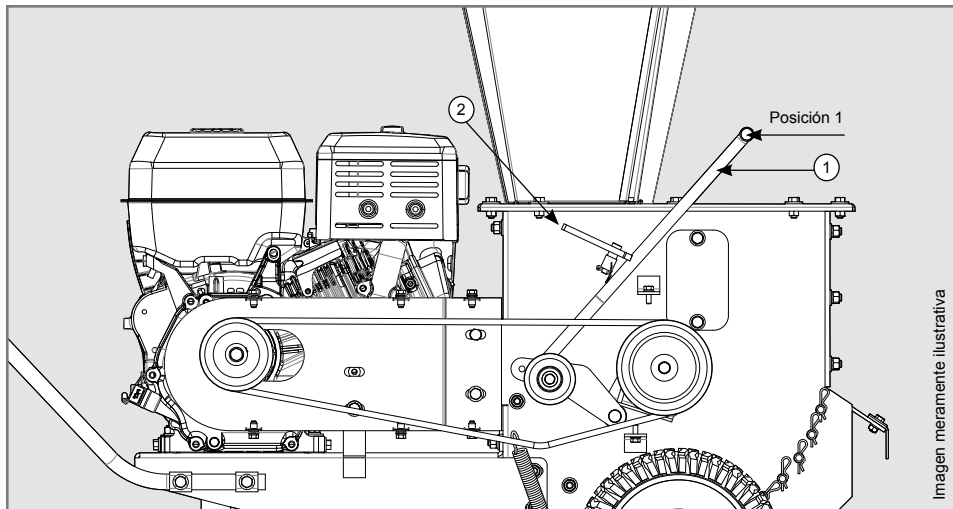

Figura 6
- ✓ Antes de encender y poner en marcha el motor, compruebe que la palanca del tensor de la correa (1) se encuentre en la posición 1, como se muestra en la Figura 6.